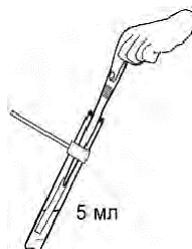

Рисунок 6. Определение pH исследуемой пробы воды
1. Смочите полоску универсальной индикаторной бумаги исследуемой водой. Для этого наклоните пробирку с водой и опустите в нее один конец полоски индикаторной бумаги, держа пинцетом второй ее конец (Рисунок 6).